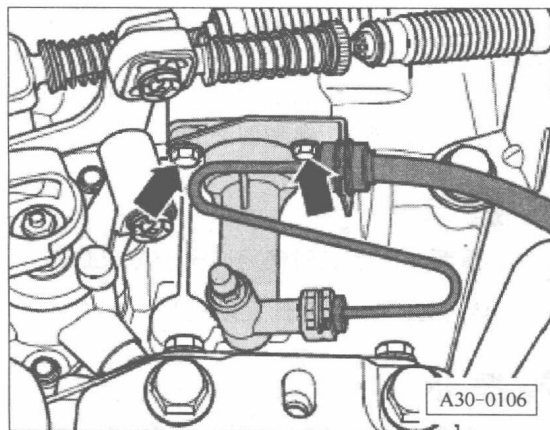

图 2-9 拆下离合器从动缸
④ 从变速箱上拆下换挡操纵机构拉索。
⑤ 拆下离合器从动缸（箭头），不要打开管路，见图 2-9。